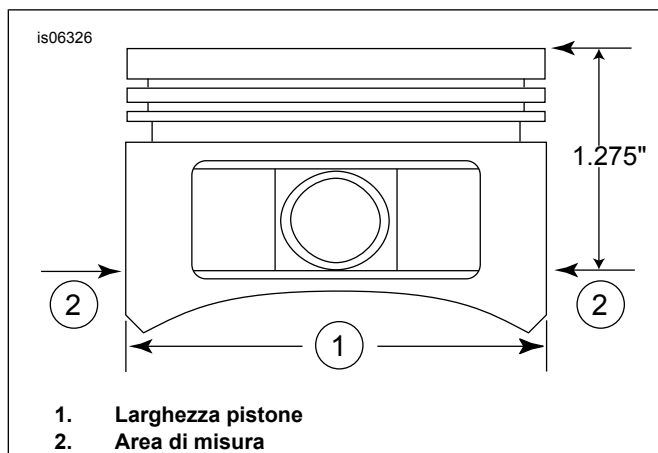

Figura 2. Misure pistone
5. Vedere Figura 2. Misurare la larghezza del pistone (1), 90 gradi orizzontalmente da entrambi i lati del foro dello spinotto del pistone e 32,385 mm (1,275 in) verso il basso, a partire dalla superficie del piano (superiore) del pistone (2). Per l'accoppiamento cilindro-pistone in questo punto, vedere Tabella 6.